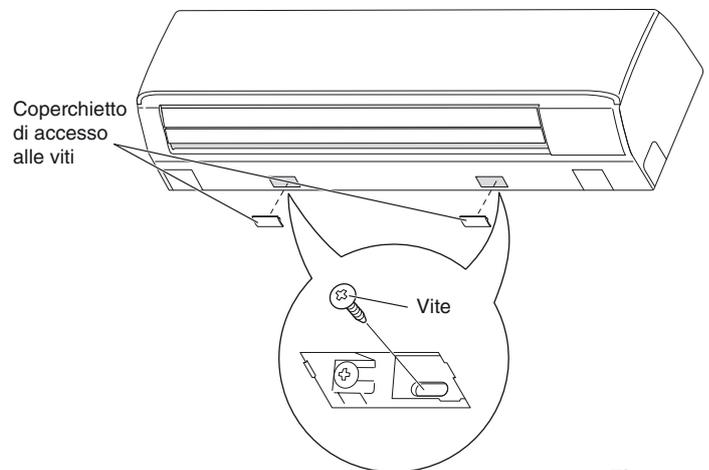

Fig. 3-34
- (1) Rimuovere il coperchietto di accesso alle viti ubicato sul fondo dell'unità (Fig. 3-34)
- (2) Con le due viti autofilettanti da 4 × 10 mm fornite in dotazione bloccare il telaio sul pannello posteriore. (Fig. 3-34)